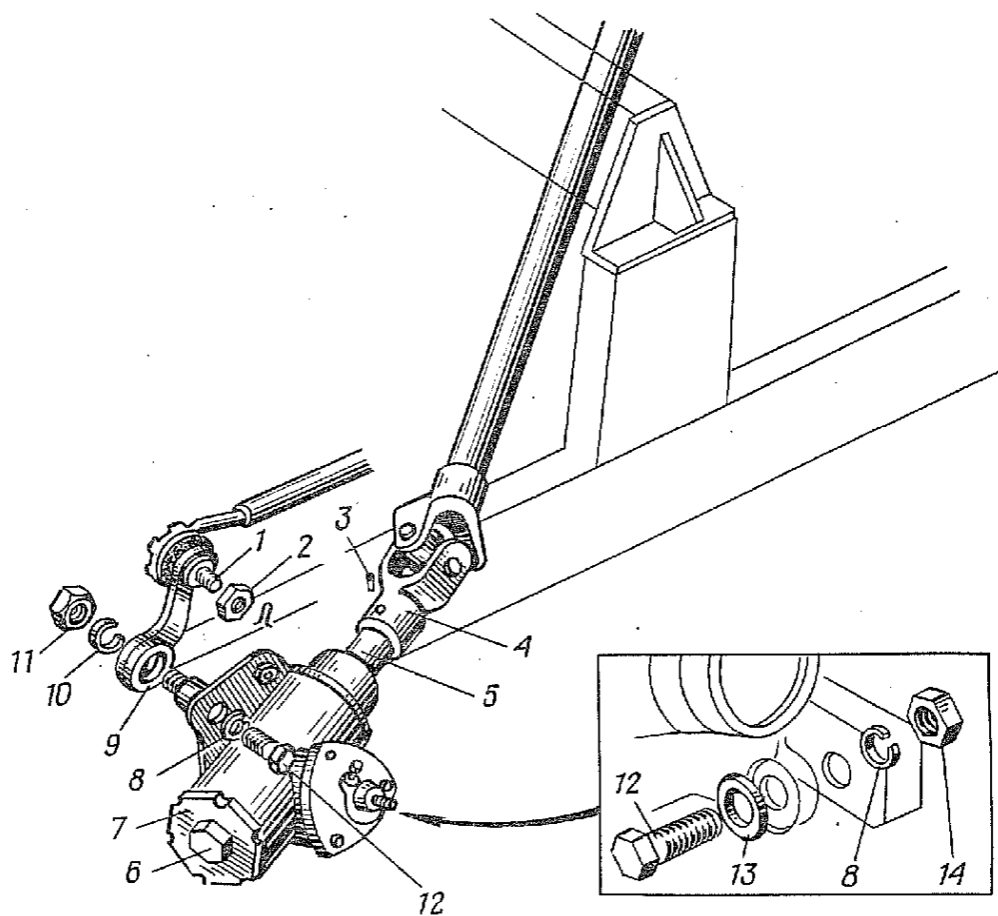

Рис. 80. Установка рулевого механизма:
1.2. Отвернуть гайку 11 (рис. 80) и снять пружинную шайбу 10 с вала сошки (ключ 27).
2.1. Установить нижнюю вилку 4 (рис. 80) карданного вала на червяк 5 рулевого механизма, сов-